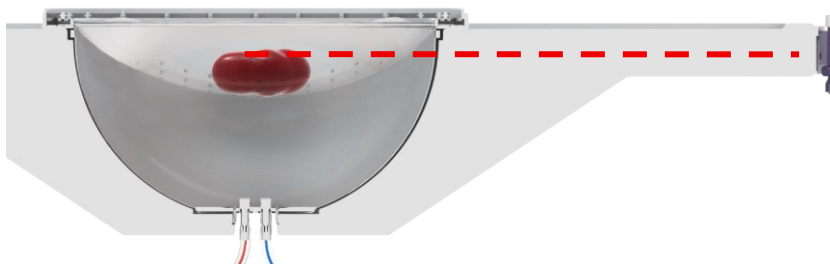

Figura 28: Altura do rim em relação ao sensor de pressão
- Observe que o rim fica apoiado pela rede e pelo fluido no reservatório. Para garantir uma medição precisa da pressão, alinhe a altura do rim ao sensor de pressão, conforme mostrado na Figura 28. A ponta da cânula deve estar na mesma altura que o centro do sensor de pressão.